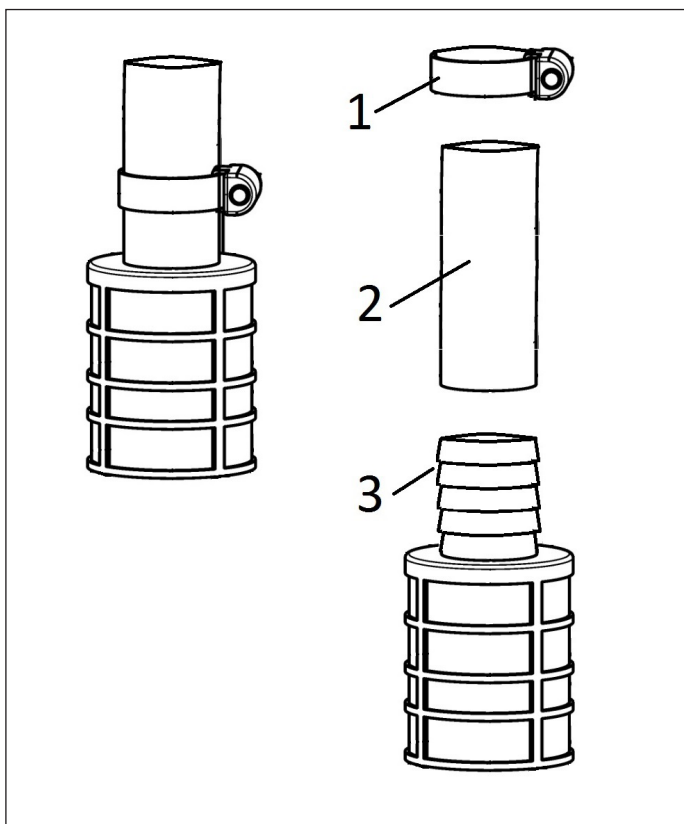

Abb. 8: Ansaugsieb FA 016.0303
Gehen Sie beim Wechsel des Saugsiebs wie folgt vor (siehe Abb. 8):
1. Lösen Sie die Schlauchschelle (1) und ziehen Sie das Saugsieb (3) aus dem Saugschlauch (2).
2. Reinigen Sie das Saugsieb (3) mit Reinigungsmittel oder Dieseldieselkraftstoff oder tauschen Sie es bei Beschädigung aus (Best.-Nr. FA 016.030157) und entsorgen Sie das Altteil entsprechend den Umweltauflagen, Abfallschlüssel: ÖLFILTER 16 01 07.
3. Stecken Sie das Saugsieb (3) gemäß Abb. 8 auf den Saugschlauch (2) und sichern Sie es mit der Schlauchschelle (1).